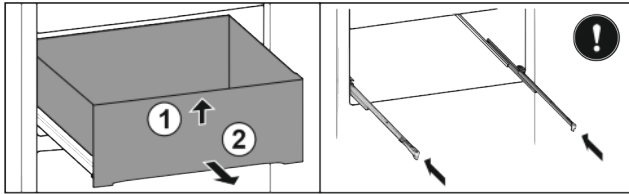

Fig. 35
- ▶ Поднимите выдвижной ящик спереди Fig. 35 (1).
- ▶ Извлеките движением вперед Fig. 35 (2).